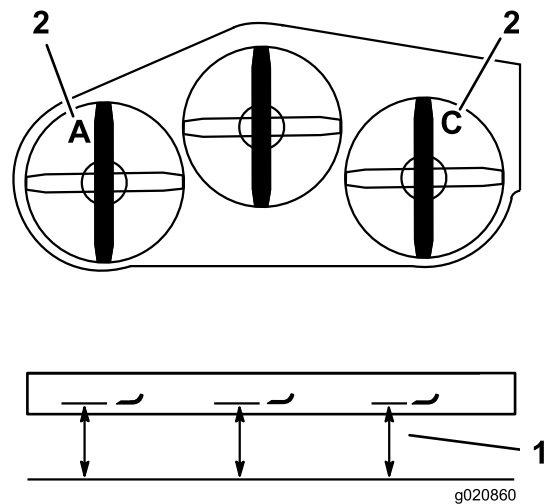

Figura 86
4. Misurate la lama sinistra al punto **A** da una superficie piana fino al tagliente della punta della lama e annotate la misura rilevata (Figura 86).
5. Misurate la lama destra al punto **C** da una superficie piana fino al tagliente della punta della lama e annotate la misura rilevata (Figura 86).
3. Misurate la lama destra al punto **C** da una superficie piana fino al tagliente della punta della lama e annotate la misura rilevata (Figura 86).